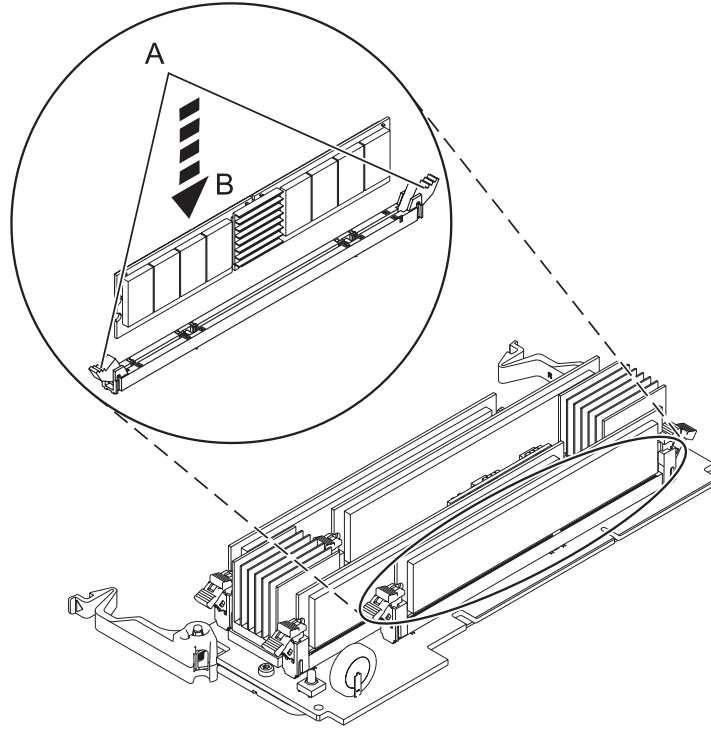

Figure 5. Installation d'un module de mémoire
12. Vérifiez que les languettes de verrouillage du connecteur (**A**) sont en position ouverte, comme indiqué dans la figure 5, à la page 13, avant d'installer un nouveau module de mémoire.